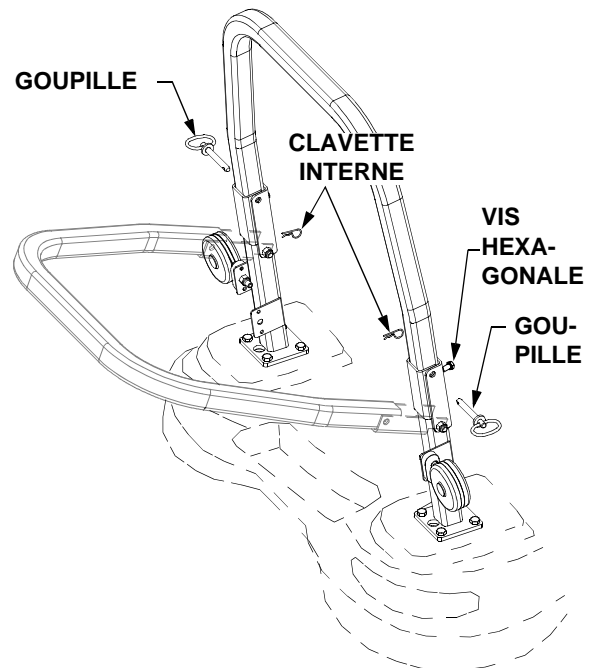

Figure 13
- Desserrez légèrement les deux vis hexagonales situées à l'avant de l'arceau, afin de réduire la force de serrage qu'elles exercent dessus. Voir la Figure 13.
- Enlevez les deux clavettes internes et, tout en soutenant l'arceau, retirez les goupilles. Voir la Figure 13. Abaissez l'arceau prudemment.